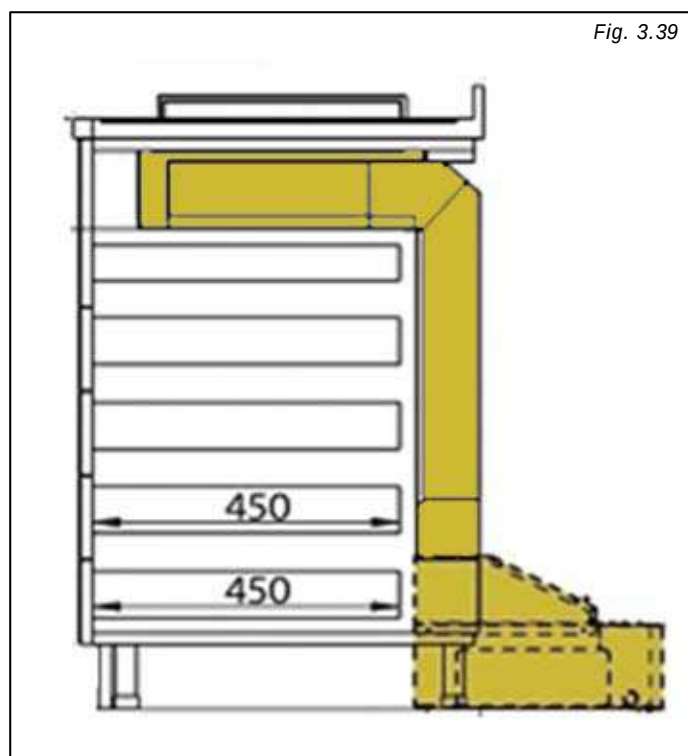

Fig. 3.39
- La introducción de este sistema extractor implica una longitud máxima para los cajones (si los hubiera) debajo de la placa de cocción: (Fig. 3.39)